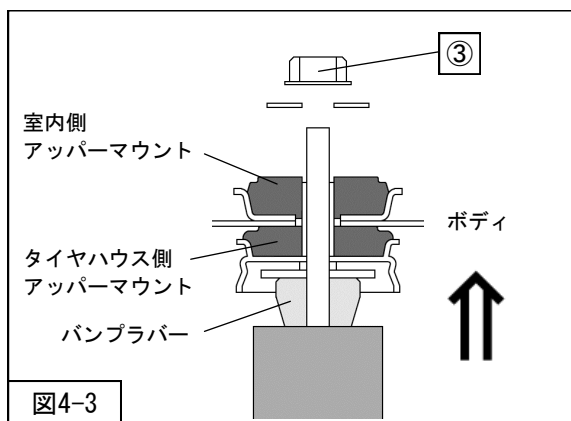

図4-3
5. ジャッキをストロークさせ、タイヤハウス側アップマウントをバンブラバーで押し、シャフト先端を室内側アップマウントから出してください。（図4-3）